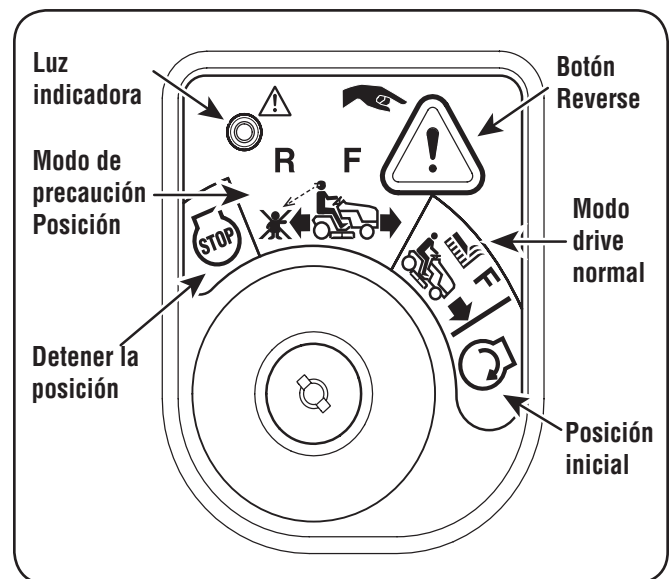

Figura 5-3
2. Gire la llave desde la posición de PODA NORMAL (verde) hasta la posición de MODO DE PRECAUCIÓN EN MARCHA ATRÁS (amarillo) del módulo del interruptor de llave. Vea la Figura 5-3.
- Presione el BOTÓN DE MARCHA ATRÁS (botón triangular de color naranja) en la esquina superior derecha del módulo del interruptor de llave. La luz indicadora roja en la esquina superior izquierda del módulo del interruptor de llave se mantiene encendida (ON) mientras esté activado. Vea la Figura 5-3.